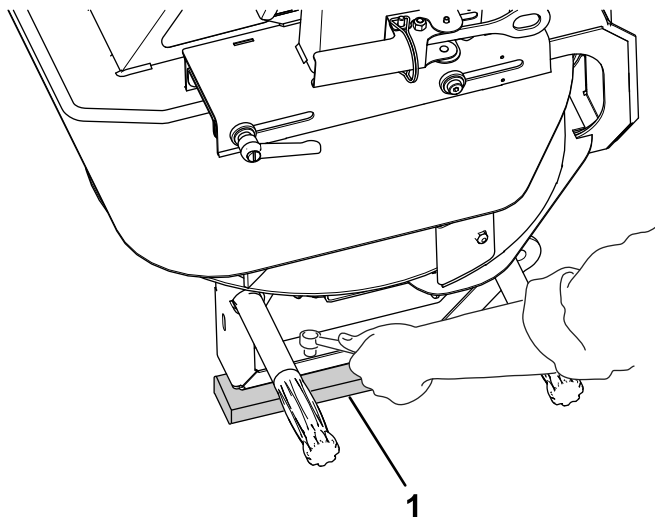

Figure 6
- Retirez les 4 vis des pieds du Twin Spinner. Avec l'aide d'une autre personne, soulevez le Twin Spinner et retirez les goujons et la mousse d'expédition (Figure 6)